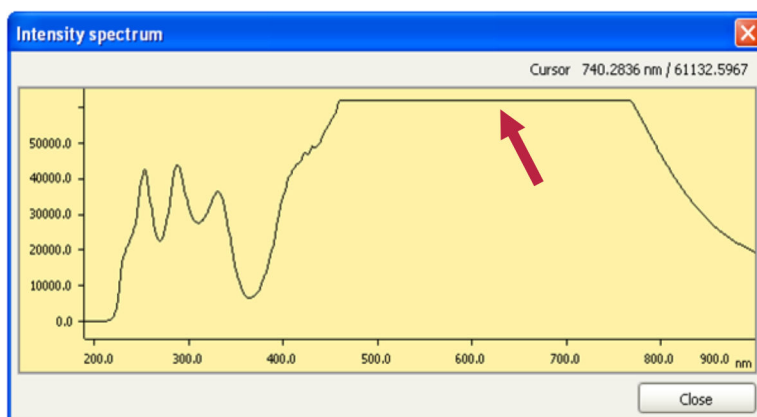

图12 灯光强度过高
如果强度光谱如图12中所示上部被截掉一段 (“cut-off”), 则必须调节灯设定 (参见章节6.6, 第27页)。
- 首次投入运行之后，强度光谱检查显示出“cut-off”时（参见图12，第21页）。
- 更换紫外灯（参见章节6.4，第24页）或可见光灯（参见章节6.5，第27页）之后，强度光谱检查显示出“cut-off”时（参见图12，第21页）。
- 已检查强度光谱，并显示出“cut-off”（参见图12，第21页）。